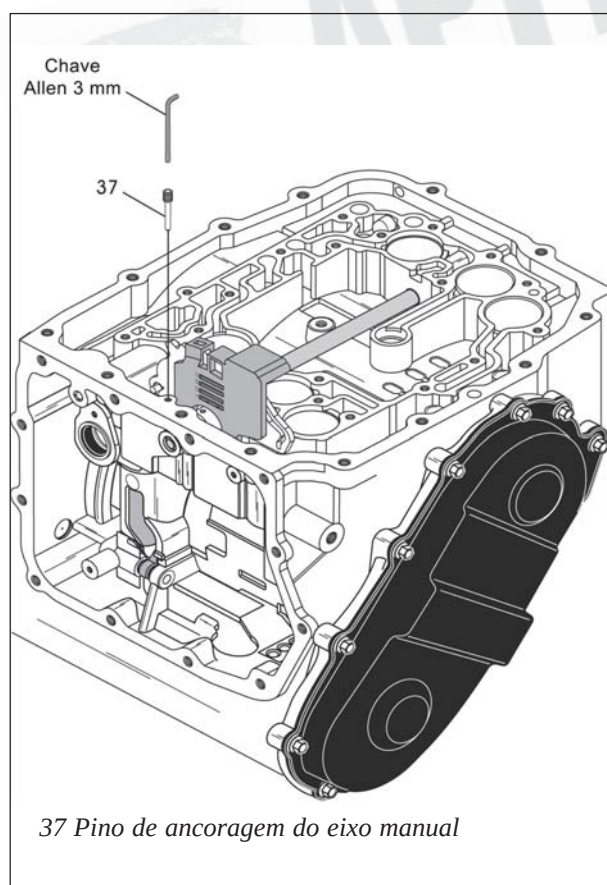

Figura 271
75. Instale o pino de ancoragem do eixo manual na carcaça, conforme mostra a figura 271, utilizando uma chave Allen 3 mm, e aperte-o cuidadosamente.